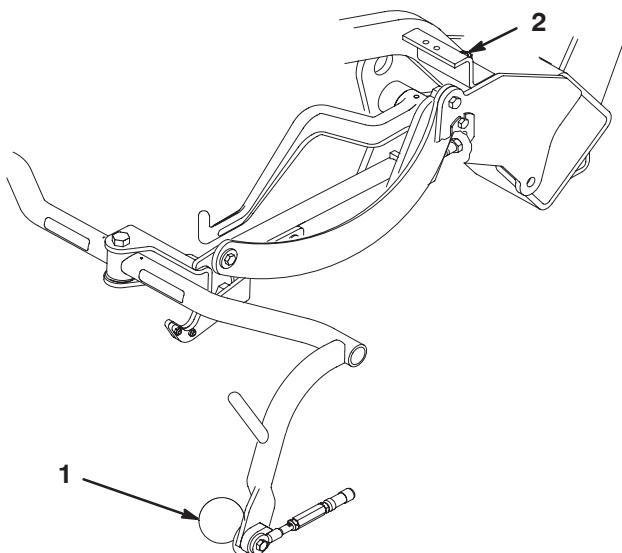

Figure 10
3. Si un réglage est nécessaire, desserrez l'écrou de blocage de la vis d'arrêt du bâti porteur (Fig. 10) et tournez la vis dans un sens ou dans l'autre pour éléver ou abaisser le bâti porteur. Serrez l'écrou de blocage une fois le réglage effectué.